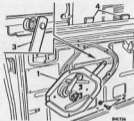

Abb. 3
- (1) Innentürgriff, Schließblech und Fensterkurbel ausbauen.
- (2) Türtasche ausbauen und Verkleidungsblech abhebeln.
- (3) Glas um ca. die Hälfte mittels Fensterkurbel abheben (Abb. 3) und mit einem Holzkeil in dieser Stellung festlegen während die Fensterkurbel ausgebaut wird.
- (4) Die Fensterkurbel-Sicherungsschrauben abnehmen, Einheit etwas von der Tür abhebeln und beachten, daß der Ausschnitt innerhalb des Türblechs sitzt (Abb. 3).
- (5) Fensterkurbelarm aus dem Türflankmal nehmen und Kurbelgruppe abziehen.
b. Gewährleisten, daß der Ausschnitt an der Kurbel richtig einrückt (Abb. 3).
Ecken eingesenkt ist. Glas in halber Höhe verankern (Abb. 3).
- (9) Dichtmasse um die Kurbelöffnung im Türblech auftragen, Kurbel in den Kanal am Türglas einrücken und Kurbel sichern, siehe Abb. 3.
- (10) Keile abnehmen und prüfen, daß die Sicherungsschrauben der Schienenleiste in gleichem Abstand an Türblech sitzen bevor die Streifen angebracht werden.
- (11) Innere und äußere Schienenleisten anbringen.
- (12) Obere Türleiste montieren und mit drei Schrauben und Pop-Nieten sichern.
- (13) alle beschädigten Dichtstreifen ersetzen und Verkleidungsblech, Türtasche und Beschläge wieder anbringen.